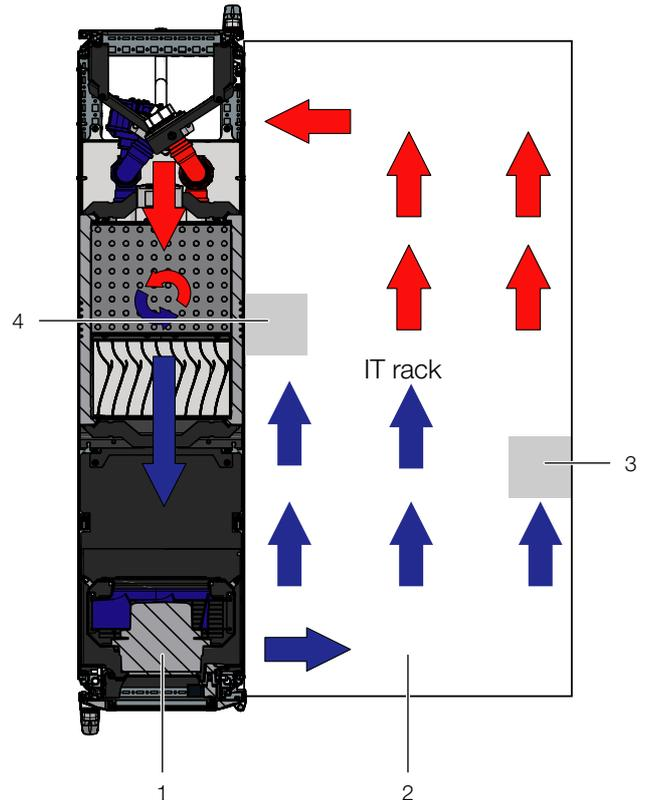

Fig. 14 : disposition des cloisonnements mousse pour les appareils refroidis par flux d'air latéral (vue de dessus) – LCP Rack DX
- Si plusieurs appareils pour aération latérale sont intégrés dans la baie serveur, découper le nombre correspondant d'ouvertures dans la bande de mousse (à droite ou à gauche de la baie) afin que le cloisonnement mousse soit évidé à la hauteur de chaque appareil. Veiller à ce qu'il n'y ait aucun trou sur le côté air chaud des appareils (fig. 14, pos. 3).
- Fixer ces bandes de mousse sur le côté air froid de l'appareil en les décalant vers l'arrière (fig. 14, pos. 4). Veiller à fixer les bandes de façon à ce que tous les ventilateurs intégrés dans les appareils puissent aspirer correctement l'air froid, c.-à-d. qu'il n'y ait aucune entrave à l'arrivée d'air froid.
Dans le cas des appareils refroidis par flux d'air latéral, les bandes en mousse peuvent être mises en place entre les montants avant et arrière de la baie serveur sur toute la profondeur des appareils (fig. 14).